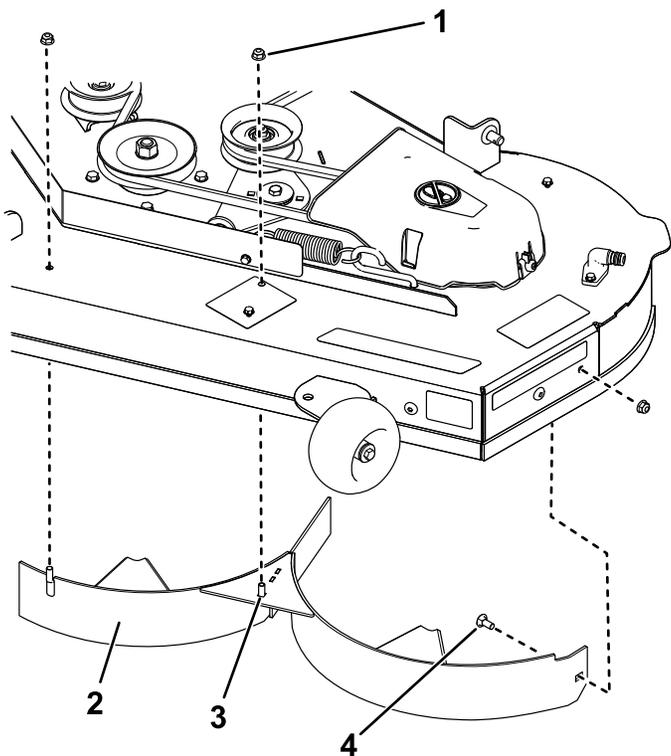

Рисунок 14
- Отверните 2 контргайки (5/16 дюйма) с приваренных стержней на левом дефлекторе (Рисунок 14).
- Отверните каретный болт и контргайку, которые крепят левый дефлектор к деке, и снимите дефлектор (Рисунок 14).
- Найдите 2 болта в наборе отдельных деталей и используйте имеющиеся контргайки, чтобы установить крепежные детали в отверстия деки газонокосилки, показанные на Рисунок 14, для предотвращения выброса мусора.